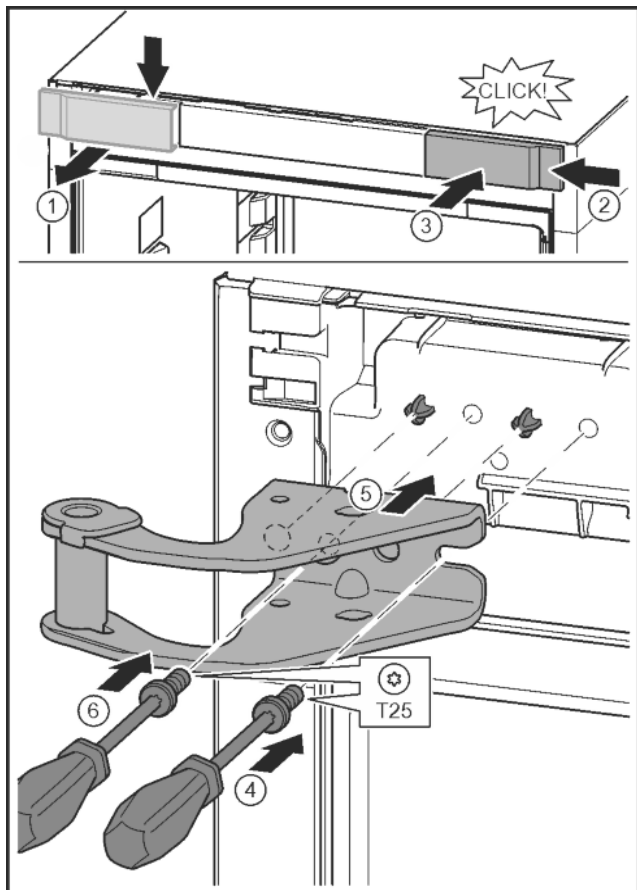

Fig. 16
- ▶ Отпустить крышку и снять скобу. Fig. 16 (1)
- ▶ Навесить крышку, повернув ее на 180°, справа с другой стороны. Fig. 16 (2)
- ▶ Крышку зафиксировать. Fig. 16 (3)
- ▶ Установить винт отверткой T25. Fig. 16 (4)
- ▶ Установить верхний опорный кронштейн. Fig. 16 (5)
- ▶ Затянуть винт. Fig. 16 (4)
- ▶ Вставить и затянуть винт отверткой T25. Fig. 16 (6)